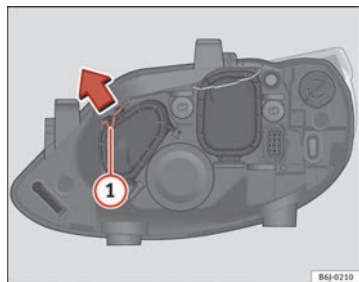

Fig. 163 Abbaglianti
- Far scorrere il tirante ① nel senso della freccia e sfilare la chiusura ⇒ fig. 163.